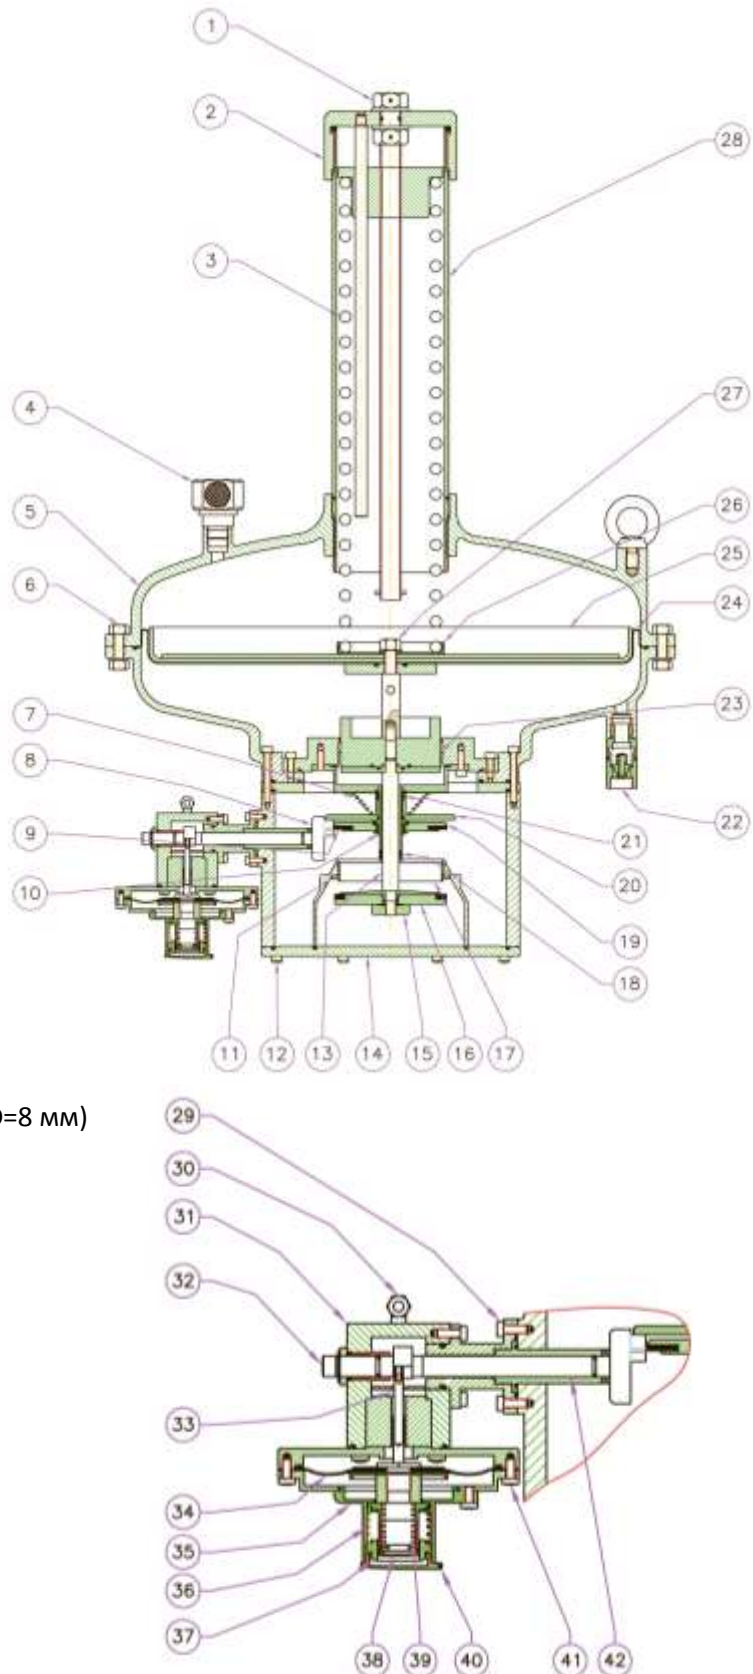

Рис. 1
Регулятор состоит (Рис.1):
- Для настройки регулятора необходимо использовать манометр, который можно установить в штуцер для отбора давления (см. рис. 1) или использовать манометр, установленный на трубопроводе (см. схему монтажа).